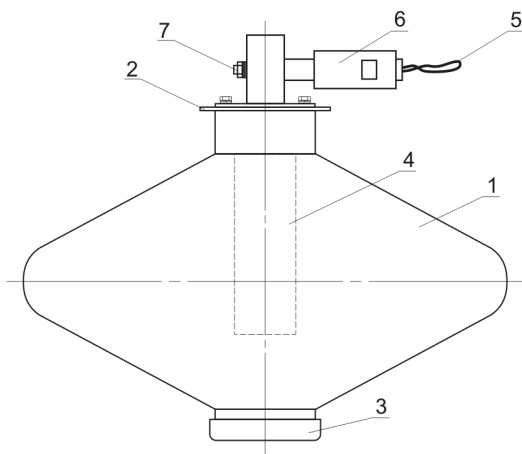

Рис. 1. Конструкция МПП «Гарант-12» вз.
4.1. Конструкция МПП «Гарант-12»вз приведена на рис. 1.
6.5.3. Отвинтить муфту, поз.6 (рис.1), вывинтив из нее гайку на 3-4 витка резьбы.